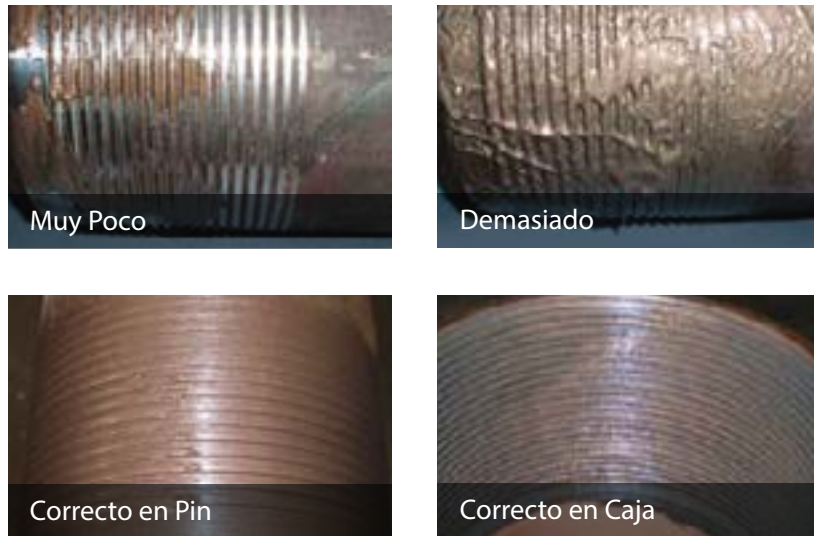

Imagen 12
- Las imágenes (ver imagen 12) a continuación muestran la mala y buena aplicación del compuesto en las roscas.